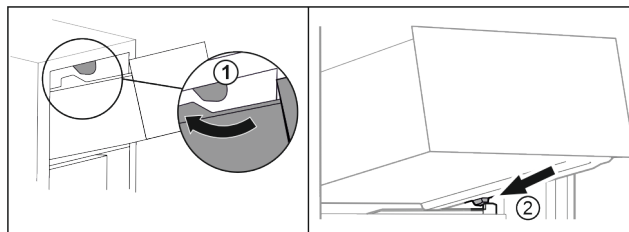

Fig. 14
- ▶ Preved'te zásuvku okolo horných zarážok. Fig. 14 (1)
- ▶ Nasad'te zásuvku šikmo za dolnými zarážkami na rebro nádoby. Fig. 14 (2)